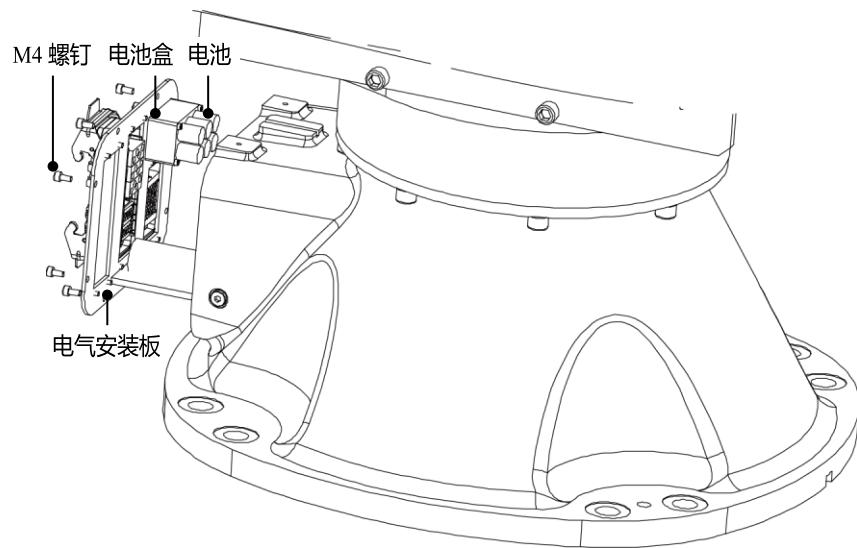

图 10-5 拆卸操作机器人的电气安装面板
- 步骤3. 拆除 M4 螺钉，卸下操作机器人的电气安装板，拆卸电池盒，如图 10-5 所示。